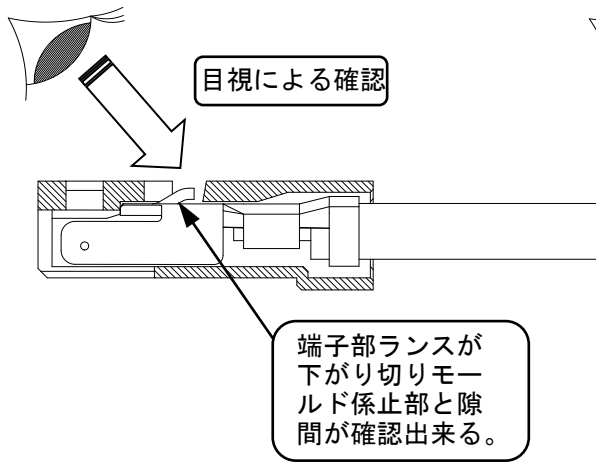

Fig.3 正しく装着されている場合
- ④ 端子装着後、軽く（200g程度の力で）電線を引張り、端子が抜け出さないか確認を行って下さい。（過度の引張りでの確認はコネクタを破損させる場合があります。）
- ⑤ すべての端子の装着後、リセプタクルハウジングの端子係止部窓口より覗き、端子部ランスの位置を確認してください。正しく装着されている場合は、端子部ランスがきちんと端子係止部を乗り越えた位置にあり、挿入軸方向に軽く振ると隙間が確認出来ます。(Fig.3,4,5)